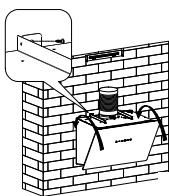

Afbeelding 4
6. Installeer de buitenste schoorsteensteen op de buitenschoorsteen met behulp van 2 schroeven ST4*8 mm. Zorg ervoor dat de binnenschoorsteen flexibel blijft. Zie afbeelding 4.